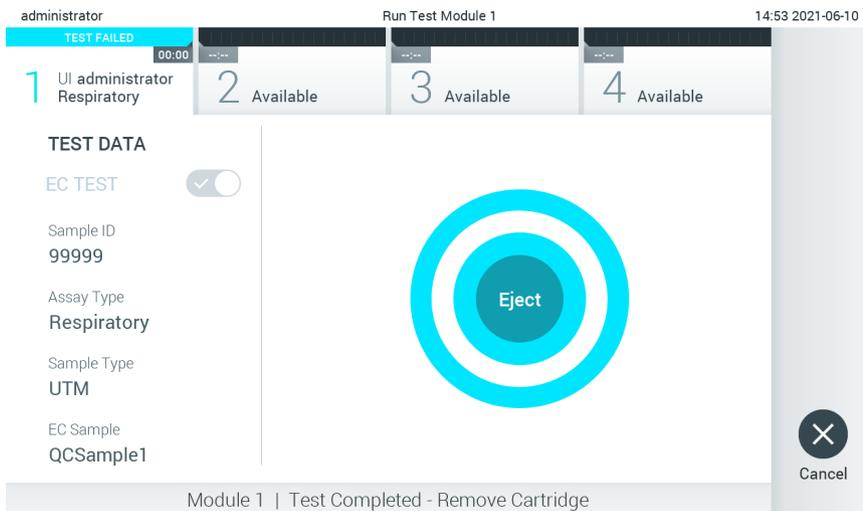

Abbildung 96. Anzeige des Bildschirms Eject (Auswerfen).
11. Nach Abschluss des Tests wird der Bildschirm Eject (Auswerfen) angezeigt (Abbildung 96). Drücken Sie auf dem Touchscreen auf  Eject (Auswerfen), um die QIAstat-Dx Assay-Kartusche zu entfernen, und entsorgen Sie sie als biogefährlichen Abfall in Übereinstimmung mit allen Bundes-, Landes- und kommunalen Gesundheits- und Sicherheitsvorschriften und Gesetzen.